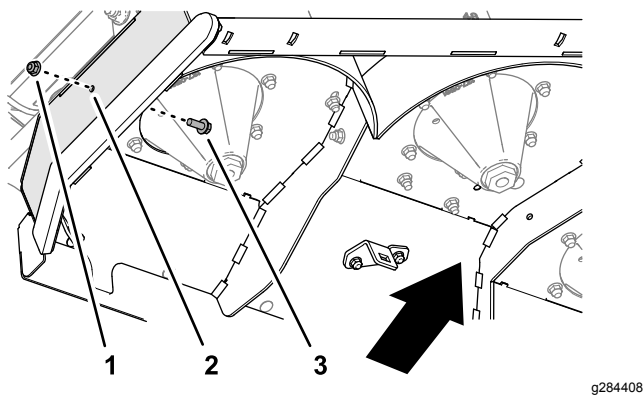

Bild 45
5. Setzen Sie eine Bundkopfschraube ($\frac{3}{8}$ " x 1") in die 10 mm Löcher im Mähwerk (**Bild 45**) und sichern Sie die Schrauben mit den beiden Sicherungsbundmutter ($\frac{3}{8}$ ") die Sie im Schritt 4 entfernt haben.